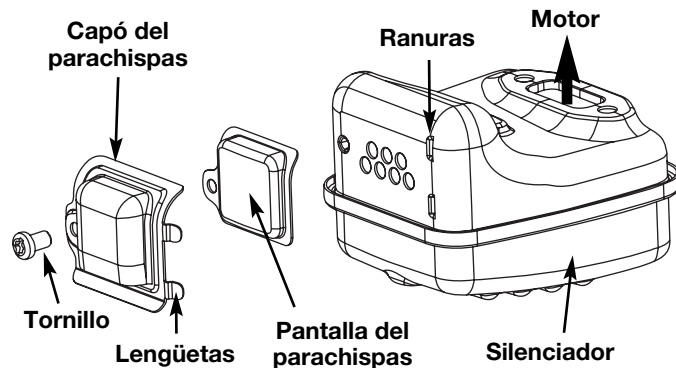

Fig. 37
2. Localice el silenciador, pero no lo quite. Busque el tornillo en la parte inferior del silenciador (Fig. 37). Quite el tornillo usando una llave torx No. 20 o un destornillador plano.
3. Cambie las bujías que estén rajadas, sucias o deterioradas. Fije la separación de aire a **0,5 mm (0,020 pulgadas)** utilizando un calibrador (Fig. 37).